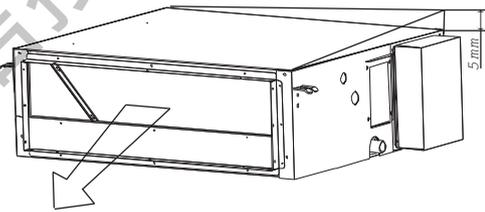

图4.7 顶面倾斜度
(1) 检查确认顶面是平的，测量最大顶面倾斜度。
(2) 图4.7所示，室内机右后角稍微低于其他角度（0mm~5mm），以利于排水。
(3) 调整完毕后，将悬吊螺母拧紧。必须涂上螺纹锁固剂以防螺母松动。